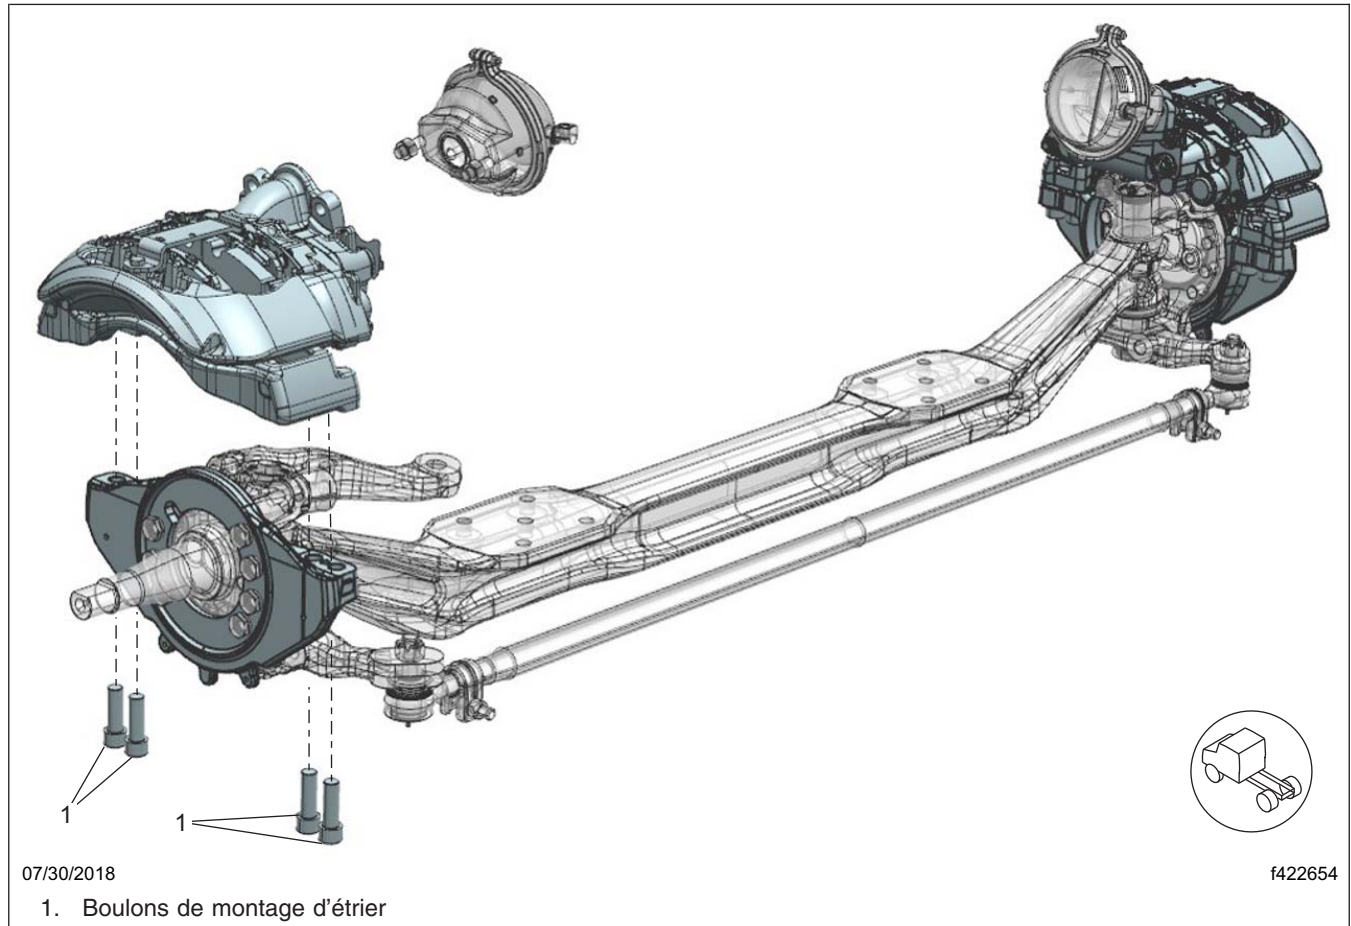
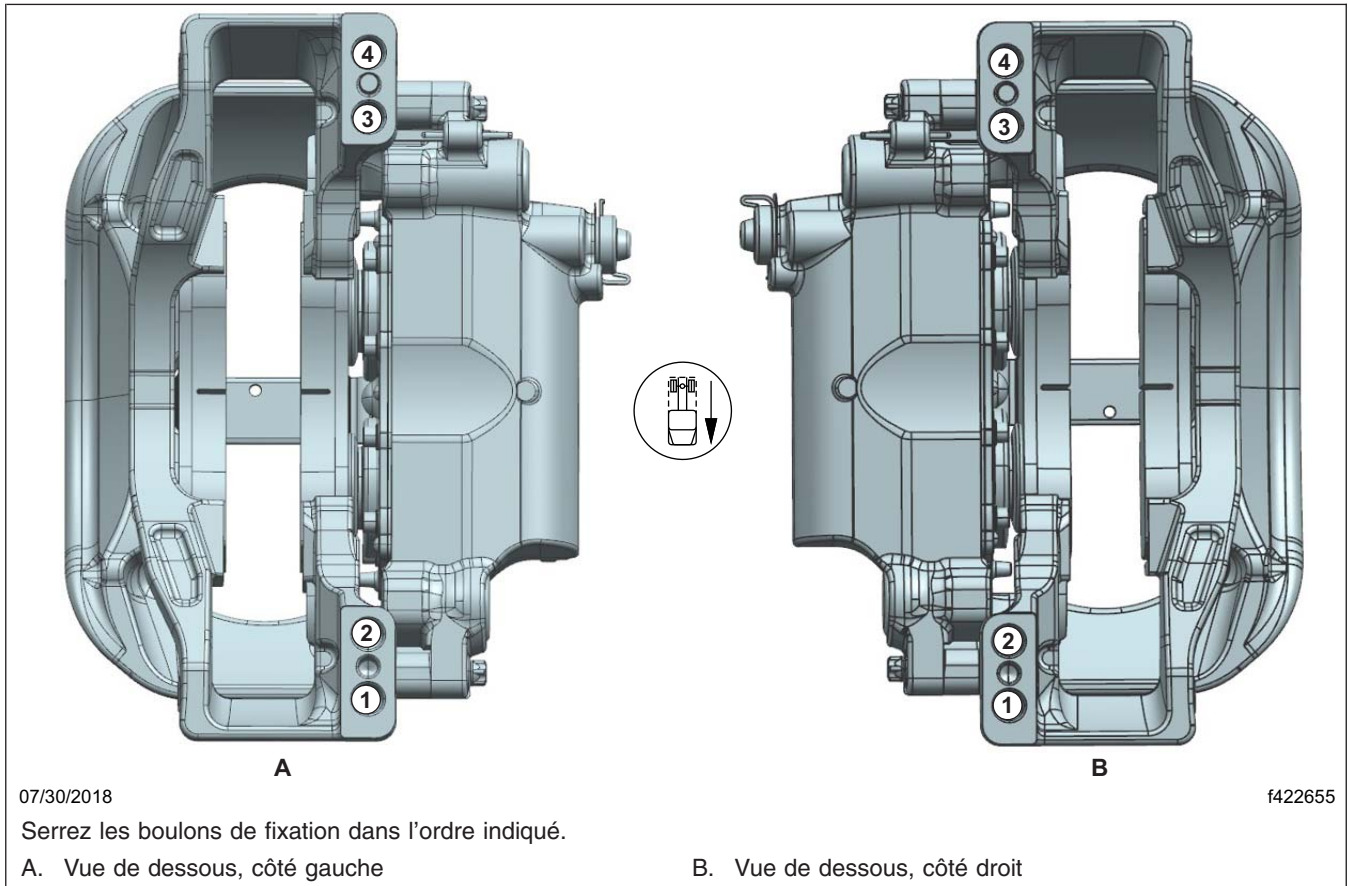

Fig. 6, Étrier Meritor à montage radial
Fig. 7, Ordre de serrage, étrier Meritor
9. Alignez chaque ensemble étrier/support avec le rotor en repoussant le côté tige fixe de l'étrier contre le rebord de la plaque de couple, puis installez l'ensemble étrier/support en utilisant les boulons de fixation de l'étrier neufs. Reportez-vous à la figure 6 et la figure 7.
10. Serrez les boulons de fixation du support en deux étapes, en appliquant l'ordre de serrage indiqué sur la figure 7.